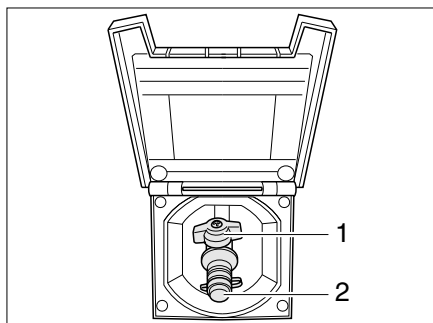

Fig. 248 Raccordement externe de gaz avec robinet d'arrêt de gaz fermé
Le raccordement externe de gaz (Fig. 248) se trouve du côté droit du véhicule. Dans des cas exceptionnels, le raccordement de gaz se trouve également du côté gauche du véhicule ou à l'arrière.
- Raccorder l'appareil à gaz externe sur le raccord (Fig. 248,2).
- Ouvrir le robinet d'arrêt de gaz (Fig. 248,1).